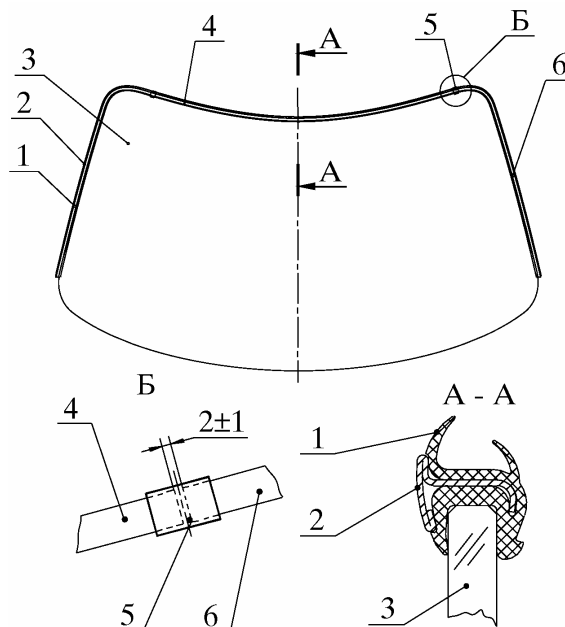

Рис. 10. Установка уплотнителя и окантовок ветрового стекла:
6.4.1. Надеть на кромку стекла 3 (рис.10) уплотнитель 1 и набить его с помощью резинового молотка